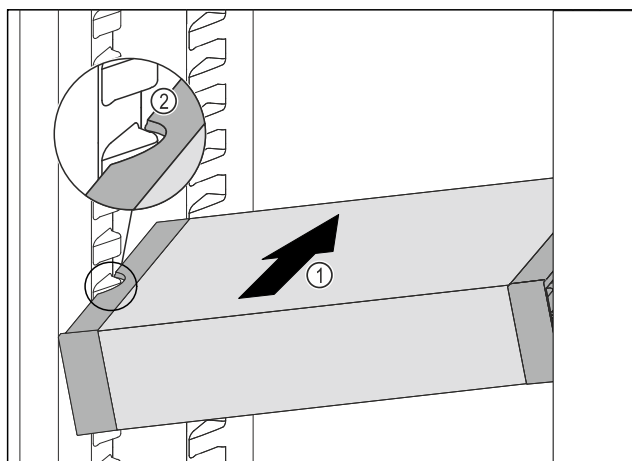

Fig. 190
- VarioSafe įstumkite įstrižai į šaldytuvo skyrį Fig. 190 (1), kol VarioSafe šoninės angos Fig. 190 (2) bus talpyklos briaunos aukštyje šaldytuvo skyriuje.